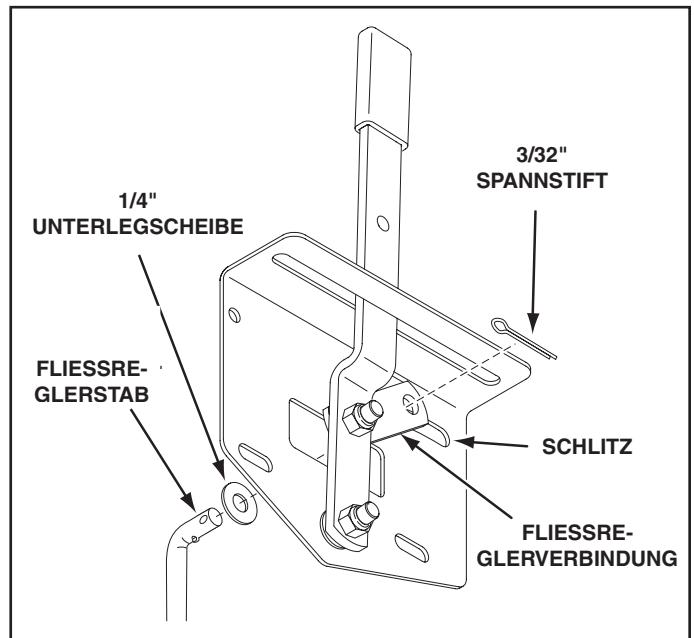

ABBILDUNG 8
17. Bringen Sie die kleine Unterlegscheibe am Ende der Fließreglerstange an. Führen Sie das Ende der Fließreglerstange durch den Schlitz in der Fließregler-Trägerhalterung und durch das Loch in der Fließreglerverbindung. Befestigen Sie ihn mit einem 3/32" x 3/4" Spannstift. Siehe Abbildung 8.